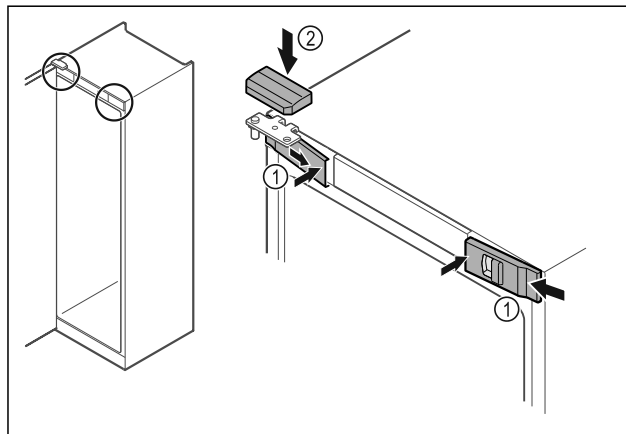

Fig. 53
- ▶ Зацепите скобу и защелкните передние крышки Fig. 53 (1) с внутренней стороны.
- ▶ Защелкните верхнюю крышку Fig. 53 (2) сверху.